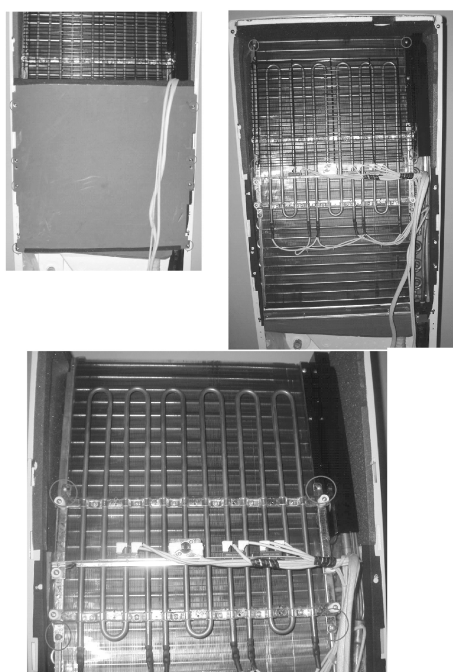

图 5-27 电辅热组件的拆卸
6) 电辅热组件的拆卸。拧下挡风板上固定外箱盖板上的八颗固定螺钉，卸下外箱盖板；拧下防护网上的四颗固定螺钉，卸下电辅热防护网；拧下电辅热组件的四颗固定螺钉，即可卸下电辅热组件。电辅热组件的拆卸如图 5-27 所示。